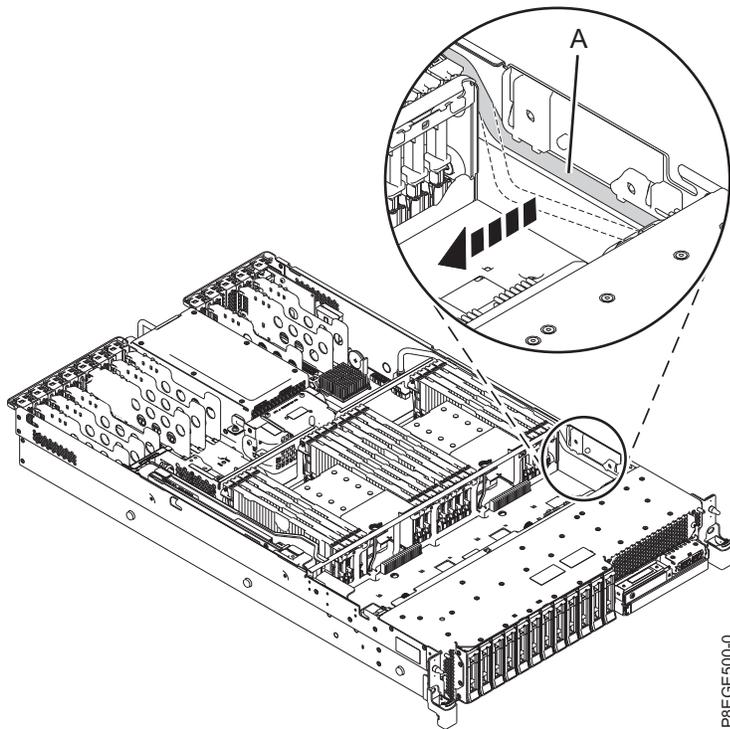

Abbildung 2. USB-Kabel aus der Kabelführung herausziehen
4. Ziehen Sie das USB-Kabel (**A**) aus der seitlich im System befindlichen Kabelführung. Siehe Abb. 2.